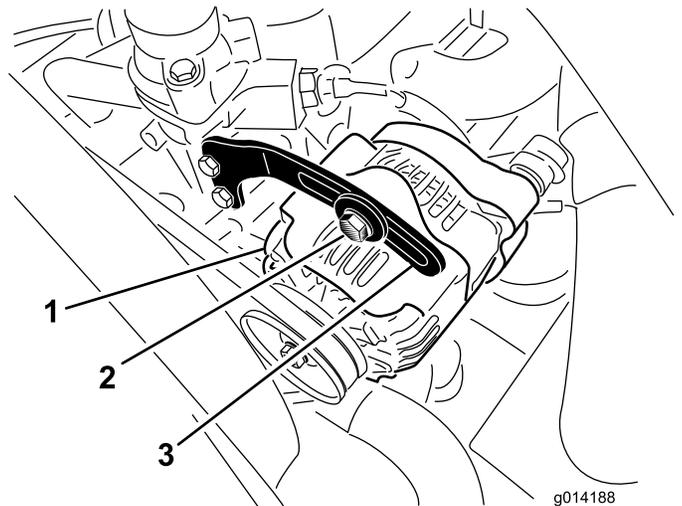

Bild 38
2. Prüfen Sie die Spannung des Treibriemens, indem Sie eine Kraft von 10 kg in der Mitte zwischen der Lichtmaschine und der Kurbelwellenscheibe ansetzen (Bild 38).
3. Lockern Sie die Schraube, mit der der Bügel an der Lichtmaschine befestigt ist, und den Gelenkbolzen der Lichtmaschine (Bild 38).